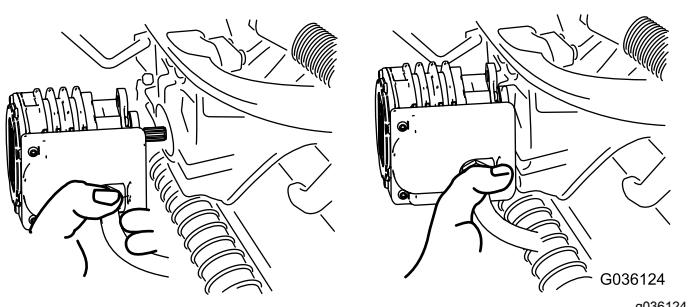

Bild 49
4. Legen Sie den Motor am Aufbewahrungsplatz vorne am Aufhängearm ab (Bild 49).